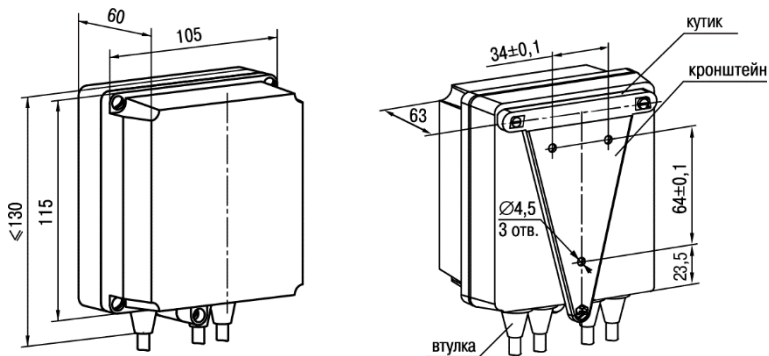

Рисунок 4.2 – Габаритні розміри корпусу Н
1. Закріпити кронштейн трьома гвинтами М4 × 20 на поверхні, призначеній для встановлення пристрою (див. *рисунок 4.2*).